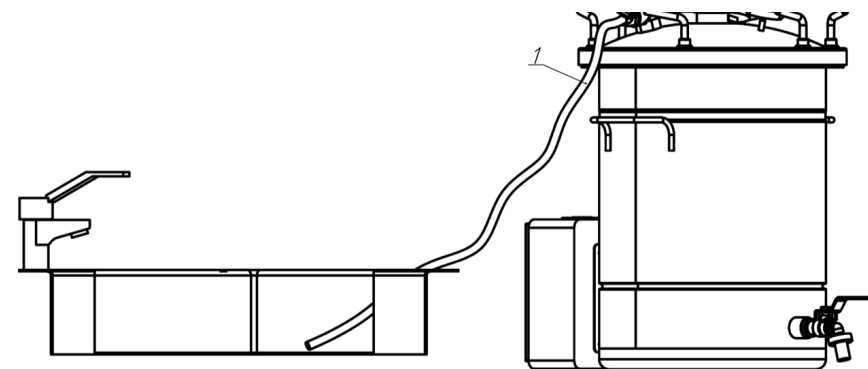

Рисунок 6 — Установка шланга для для выхода избыточного давления (горячего пара) из автоклава
• с помощью шланга соединить штуцер с термостойкой ёмкостью (кухонная раковина, иные металлические ёмкости, термостойкий пластик и т.п.) (рис. 6).